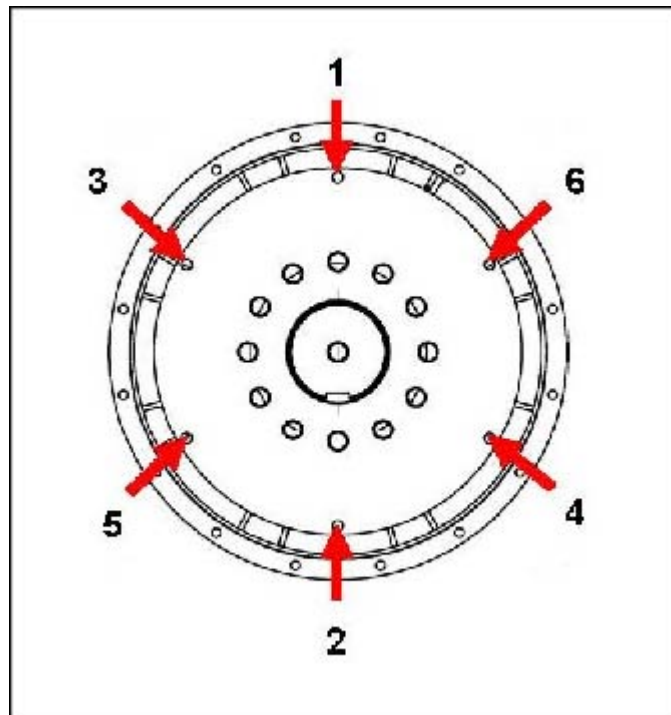

図 18. フライホイールへの固定手順
10. 表示の順番で、ボルトを締め付けて、カップリング ディスクをフライホイールに固定します。 図 18 ページ 31